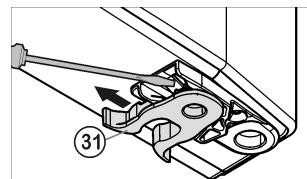

Fig. 6
- Pružinovou svorku Fig. 6 (31) přesadit: Stisknout zarážku pro uchytení, přesto stáhněte pružinovou svorku.